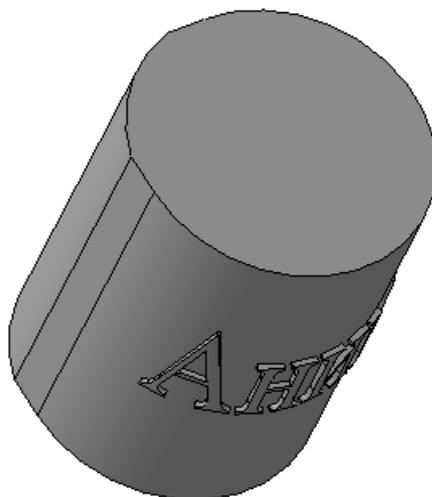

Рис. 14.17. Вид модели после выполнения булевой операции
- закончите построение. Вы получите модель, изображенную на рис. 14.17.